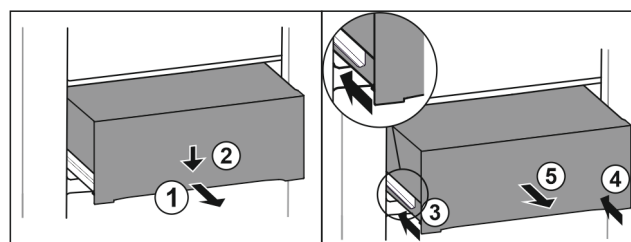

Fig. 70
- ▶ Schubfach halb herausziehen. Fig. 70 (1)
- ▶ Schubfach an der Vorderseite nach unten drücken. Fig. 70 (2)
- ▶ Linke Schiene etwa 2 cm einschieben. Fig. 70 (3)
- ▶ Rechte Schiene etwa 2 cm einschieben. Fig. 70 (4)
- ▶ Schubfach nach vorne entnehmen. Fig. 70 (5)